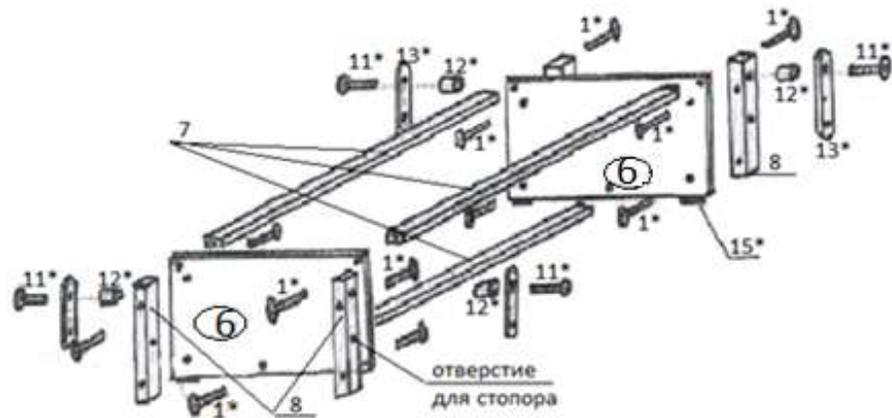

Рис.1
1. Соберите опору маятника согласно **Рис.1,2** Опорные бруски (8) прикрутите к опоре основания (6) после сборки каркаса конструкции евровинтами (1*) направленными с внутренней стороны опоры, при этом головки установленных в опорных брусках (8) втулок-гаек (10*) должны быть направлены наружу конструкции.
3. Вставьте мебельные винты(11*) в отверстия рычагов маятника (13*) со стороны запрессовки подшипников, наденьте на них пластмассовые втулки(12*), вкрутите винты (11*) во втулки-гайки (10*) в опоре маятника. Установите собранную кровать на пол над опорой маятника. Вкрутите мебельные винты(11*) во втулки-гайки (10*) расположенные в ножках спинки кровати (1).